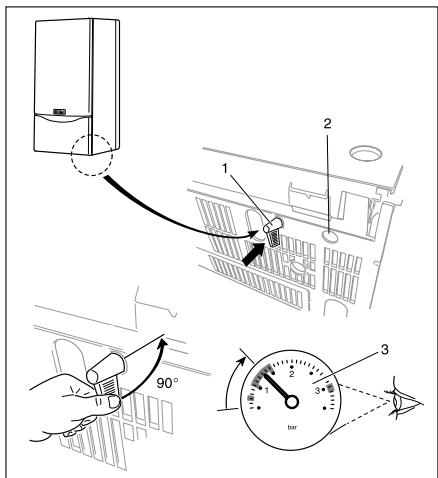

图 8.2 VUW 采暖系统注水
- 打开注水阀(1)用冷水注满系统，直至压力达到1.2–1.5 bar(见图8.2)；